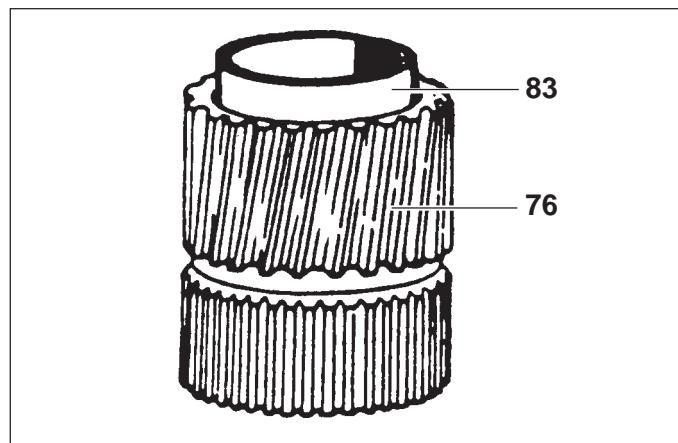

Fig. 26
- 6) Introdurre nell'ingranaggio (76), una gabbia a rulli (83), il distanziale (77) e l'altra gabbia a rulli (83) (Fig. 26).
- 7) Montare il secondo anello (87) in appoggio su quest'ultimo il cuscinetto assiale a rulli (86), poi la ralla (85). Montare l'ingranaggio (76) verificando che tutti gli anelli (71) siano stati imboccati. Montare in appoggio all'ingranaggio (76) la ralla (85) e il cuscinetto
- 6) Insert needle bearings (83) and spacer (77) on clutch hub pinion (Fig. 26).